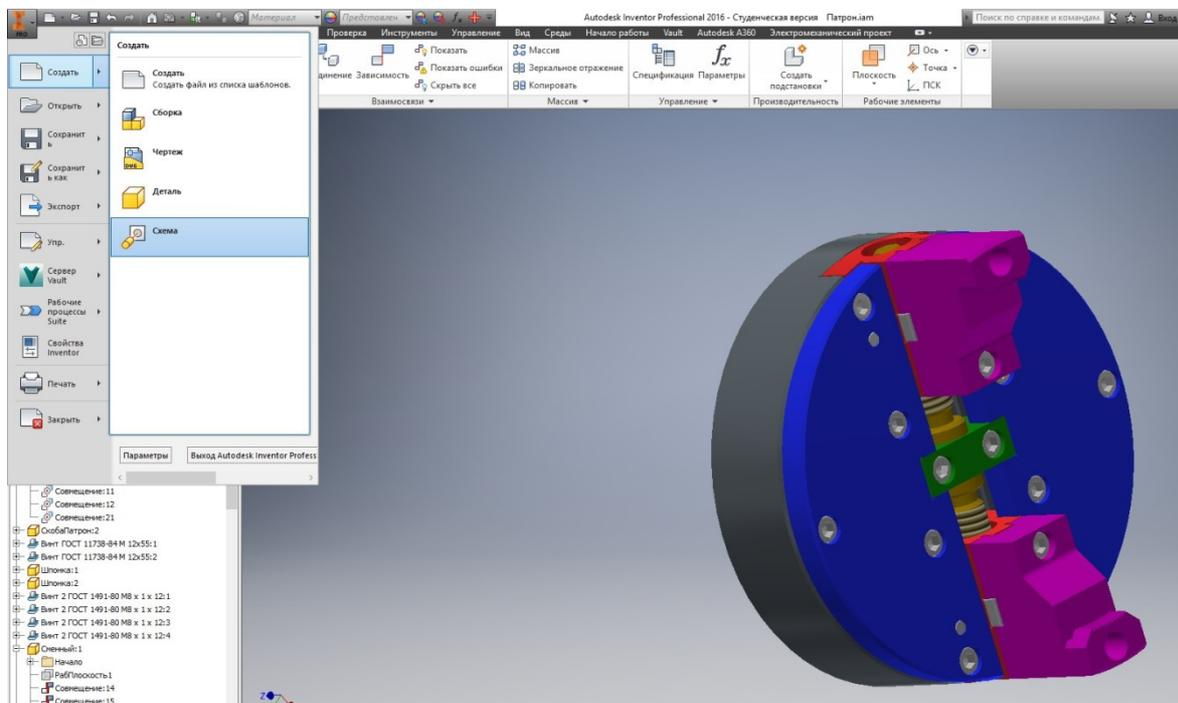

Рис. 19. Вкладка СОЗДАТЬ, пункт СХЕМА
2. На вкладке СОЗДАТЬ выбираем пункт СХЕМА и имеем несколько рабочих вкладок (рис. 19).